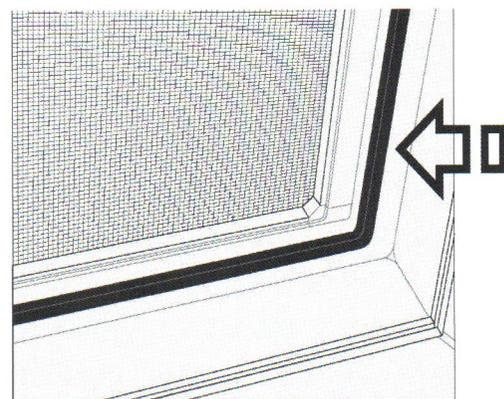

Рис. 2
*Уход за уплотнителями (рис. 2)* Уплотнители изготовлены из современного эластичного материала, который, тем не менее, подвержен естественному старению. Для продления срока его эксплуатации, т.е. сохранения эластичности и работоспособности на долгие годы, необходимо 2 (два) раза в год очищать его от грязи и протирать специальными средствами, содержащими силиконовое масло, глицерин (например: твердая смазка или вазелин).